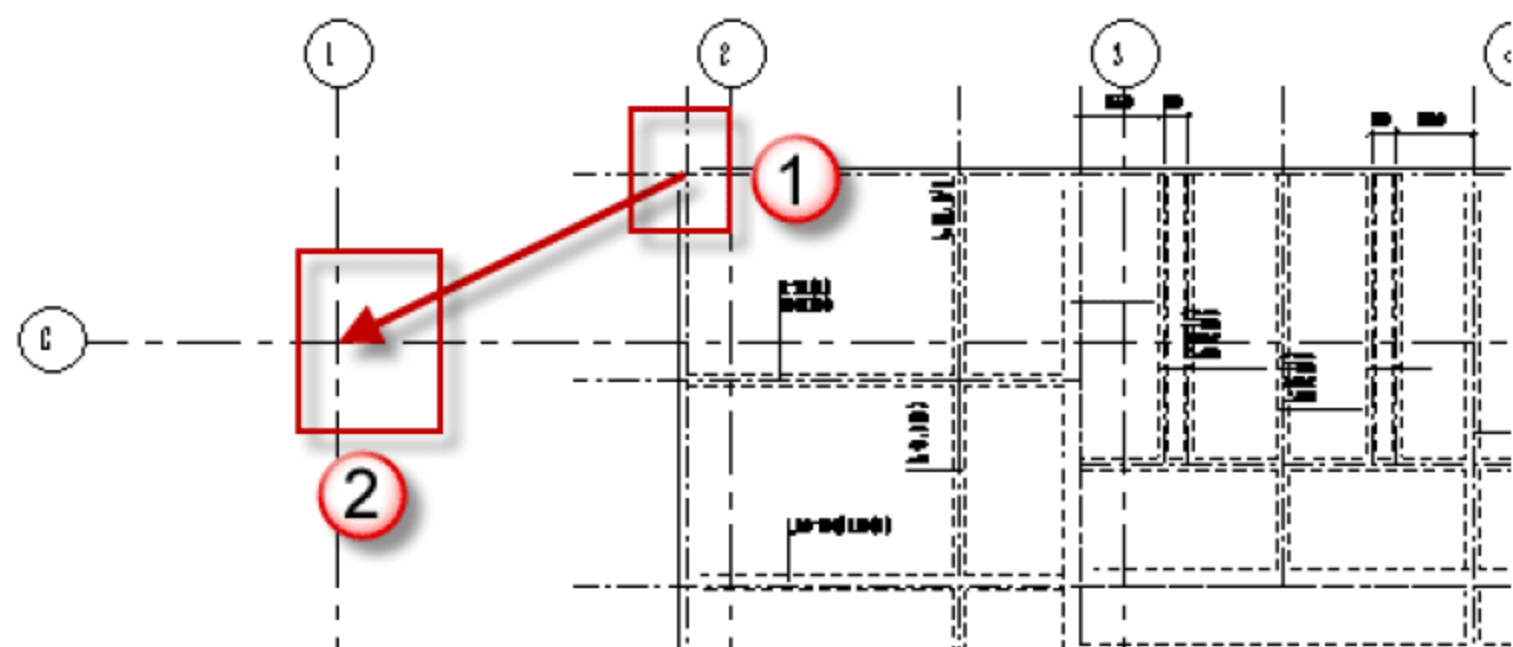
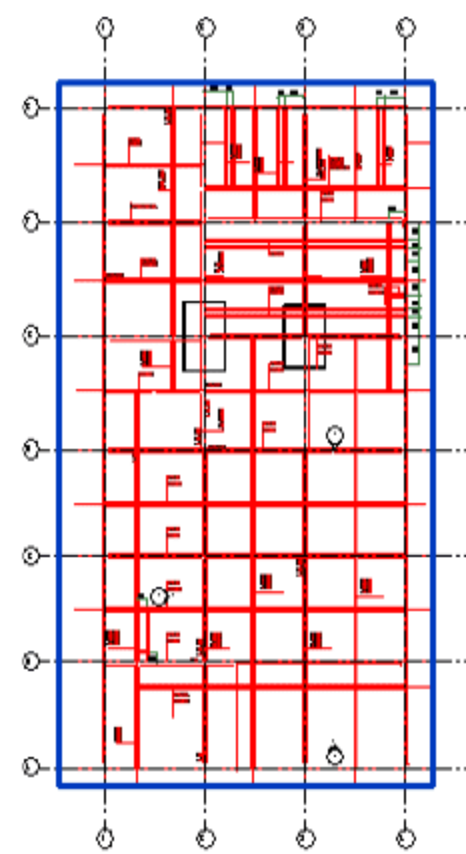

图 3.1.47 基础梁定位
图 3.1.48 对齐图形
(3) 梁定位。选择导入的 CAD 底图，按快捷键 M+V，将 CAD 基础梁从图 3.1.47 所示的 1 处移到 2 处。对齐图形后如图 3.1.48 所示。